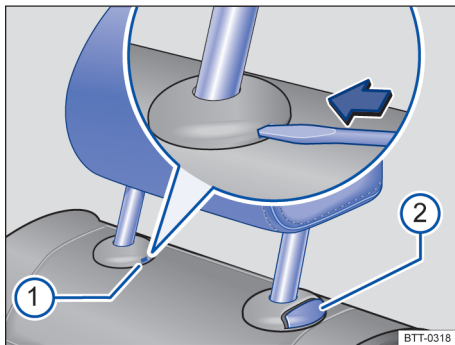

图 60 拆卸后排座椅头枕
- 将打开的车辆钥匙头或螺丝刀刀头插入护套的槽内 → 图 60①。
- 同时按压按钮 → 图 60②，由另一个人将头枕完全拉出。
- 按住按钮 → 图 60②，同时下推头枕。